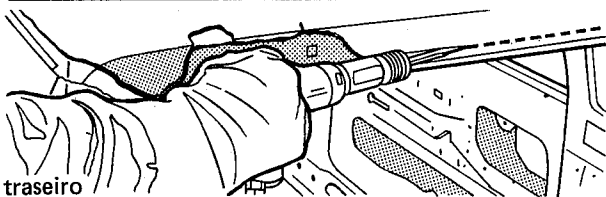

fig. 35
2. Cortar o painel do teto, em toda sua extensão (fig. 35), cuidando para que a ferramenta não atinja os reforços internos